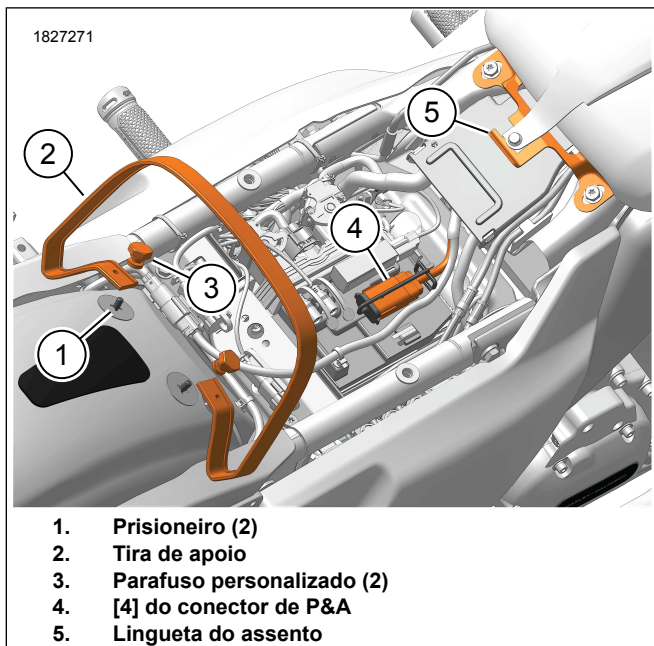

Figura 2. Localização dos componentes
1. Veja a figura 2. Instale a **nova** alça de fixação.
- a. Instale a alça (2) nos pinos (1).
- b. Instale os parafusos personalizados (3).
3. Veja a figura 2. Conecte o conector do chicote de fios do assento (5) ao conector de acessórios de P&A (4).
5. Veja a figura 2. Insira a parte traseira do banco passando pela alça (2) até que a ranhura de montagem do banco (6, Figura 7) na parte inferior dianteira do banco esteja atrás da lingueta do banco (5).
6. Veja a figura 2. Deslize o assento para a frente até que a lingueta do assento se encaixe totalmente na ranhura de montagem do assento (5).